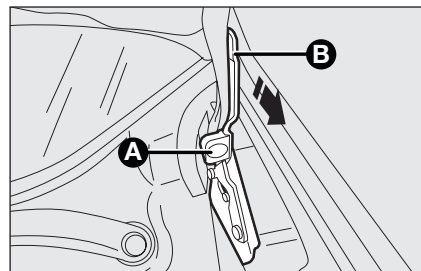

fig. 88
- ☐ levante el capó con una mano y con la otra tire hacia sí el dispositivo **A-fig. 88** y luego baje la palanca **B**;